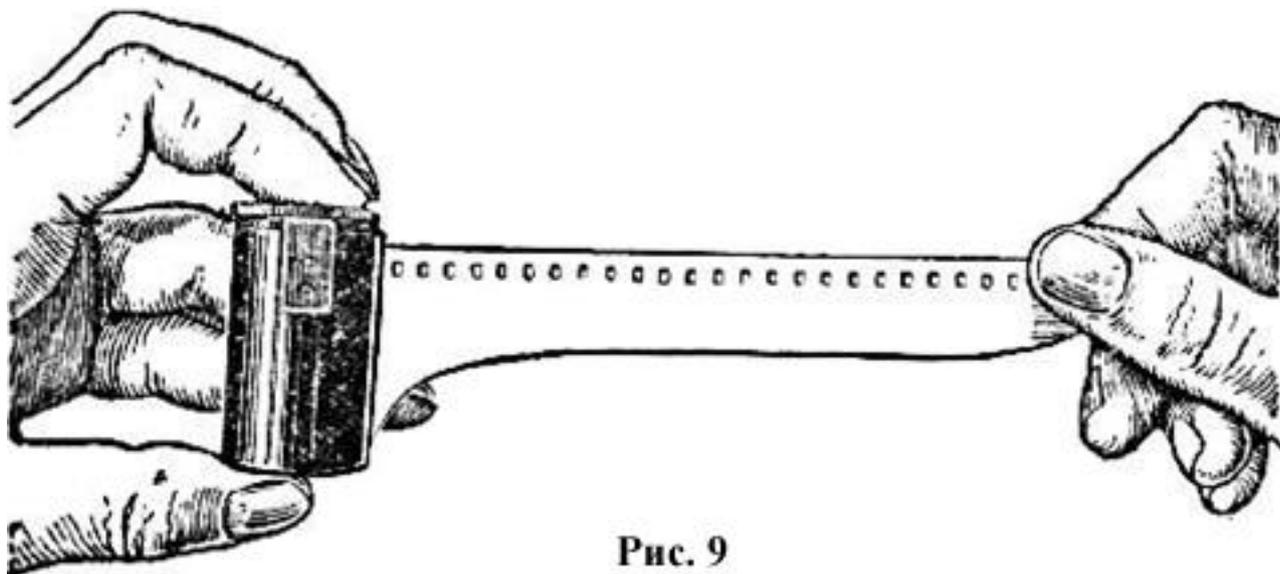

Рис. 9
2. Вытяните из кассеты конец пленки длиной около 9–10 см и обрежьте его аккуратно по форме, показанной на рис. 9, или с помощью специального шаблона.